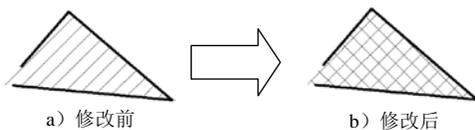

图 4.6.6 编辑图案填充
(2) 在 **图案填充** 选项卡 **图案(P)** 下拉列表中选择 **ANSI37** 选项，在 **比例(S)** 文本框中输入填充图案的比例值 30.0，然后单击对话框中的 **确定** 按钮。至此完成图案填充的编辑，结果如图 4.6.6 所示。